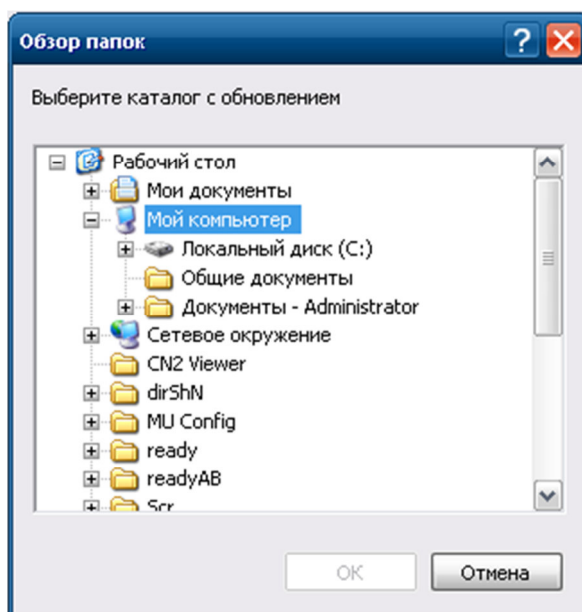

Рисунок 25 – Выбор файла для обновления ПО
- «Обновить ПО». В открывшемся окне выбрать файл и запустить его (Рисунок 25).